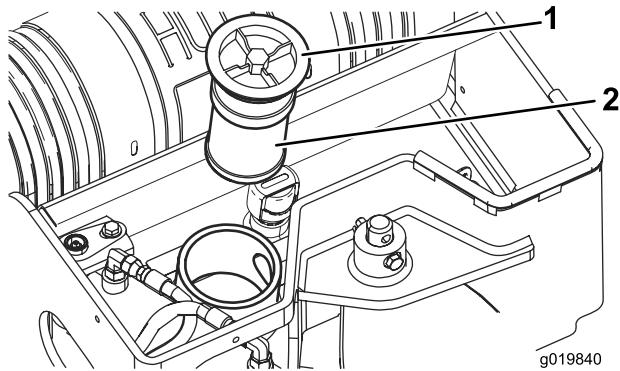

Bild 60
5. Entfernen und entsorgen Sie alten Filter (Bild 60).
6. Setzen Sie den Ersatzhydraulikfilter und den Deckel (Bild 60) ein und ziehen Sie die Schraube oben mit 21-25 Nm an.
- Entfernen Sie den Deckel des Hydraulikbehälters und den Filter (Bild 60).